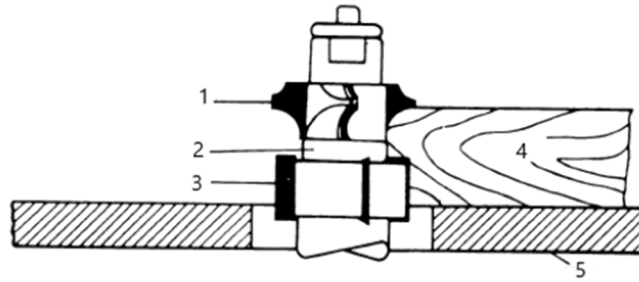

Figura 9
3. Il metodo del collare tra le frese, illustrato nella figura 9, presenta sia i vantaggi che gli svantaggi dei primi due metodi. Questo metodo viene utilizzato principalmente quando è necessario modellare entrambi i bordi del lavoro.